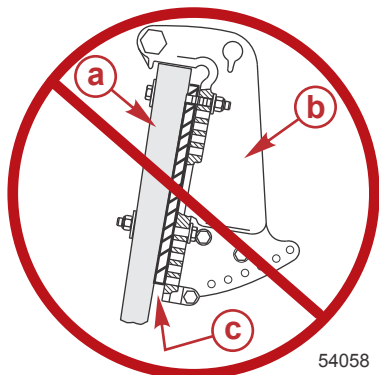

Figure 4
3. Ne pas installer de coins ou de plaques entre les étriers de presse du tableau arrière et le tableau arrière (ou la plaque de relevage). Voir la Figure 4.